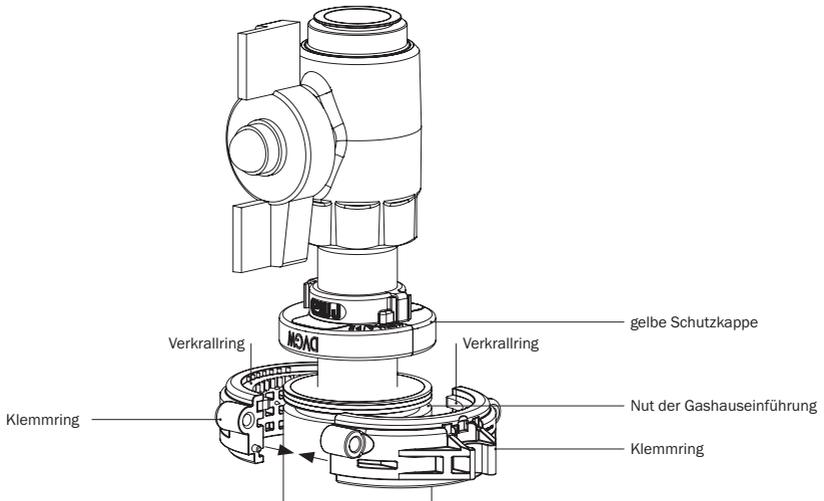

Abbildung 25.5: Positionierung 2-teiliger Klemmring
- Anschließend beide Teile des Klemmrings mit den eingelegten Verkrallringen um die Gashauseinführung legen, so dass der Verkrallring in die Nut der Gashauseinführung findet (s. Abbildung 25.5).